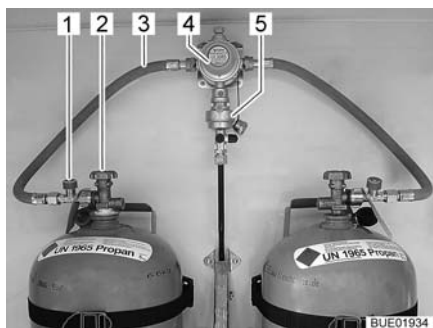
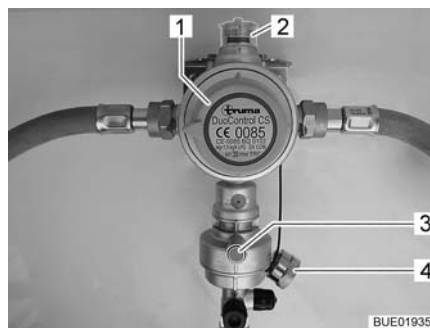

Fig. 87 Bombole del gas con DuoControl
Fig. 88 Impianto di regolazione DuoControl
L'impianto di regolazione DuoControl consiste in una valvola di commutazione (Fig. 87,4) e un sensore crash (Fig. 87,5). L'impianto di regolazione DuoControl è installato tra i tubi flessibili del gas (Fig. 87,3) con un dispositivo antirottura del tubo flessibile (Fig. 87,1). Con la manopola (Fig. 88,1) sulla valvola di commutazione è possibile stabilire quale delle bombole del gas viene utilizzata come bombola in uso e quale come bombola di riserva.
Nella finestra di controllo (Fig. 88,2) viene visualizzato lo stato del rifornimento di gas:
Il funzionamento con una sola bombola del gas è consentito, ma in questi casi il collegamento aperto deve essere assolutamente chiuso con una copertura cieca (Fig. 88,4).
Il sensore crash blocca l'alimentazione del gas in caso di forti vibrazioni (es. incidente). Il sensore crash viene azionato mediante pressione del tasto reset verde (Fig. 88,3).
Il dispositivo antirottura del tubo flessibile (Fig. 87,1) blocca il flusso di gas quando il tubo flessibile collegato si rompe. Il dispositivo antirottura del tubo flessibile deve essere attivato premendo il tasto verde.
Tramite la centralina di controllo (Fig. 89) è possibile attivare e disattivare l'alimentazione del gas tramite l'impianto di regolazione DuoControl. Le valvole principali di arresto (Fig. 87,2) delle bombole del gas e i rubinetti di arresto del gas degli apparecchi devono essere aperti manualmente.
- Con la manopola (Fig. 88,1) sulla valvola di commutazione selezionare la bombola del gas, da cui proviene la principale alimentazione del gas (bombola in uso). Girare la manopola fino all'arresto.
- Aprire le valvole principali di arresto (Fig. 87,2) delle bombole del gas.
- Premere il tasto verde del dispositivo antirottura del tubo flessibile (Fig. 87,1). Nella finestra di controllo (Fig. 88,2) viene visualizzato il simbolo verde.
- Chiudere le valvole principali di arresto (Fig. 87,2) delle bombole del gas.
Se la spia di controllo verde (Fig. 89,6) si spegne durante il funzionamento e la spia di controllo rossa (Fig. 89,5) si accende, significa che la bombola in uso è vuota e deve essere sostituita. Nella finestra di controllo (Fig. 88,2) viene visualizzato il simbolo rosso. La bombola di riserva continua ad alimentare le utenze a gas.
- Ruotare di mezzo giro la manopola (Fig. 88,1) in direzione della bombola del gas utilizzata. In questo modo questa bombola del gas ora è la bombola in uso, mentre la bombola del gas vuota diventa la bombola di riserva. Il simbolo nella finestra di controllo (Fig. 88,2) passa da rosso a verde.
- Chiudere la valvola principale di arresto (Fig. 87,2) della bombola del gas vuota. Osservare la direzione della freccia.
- Premere il tasto verde del dispositivo antirottura del tubo flessibile (Fig. 87,1).